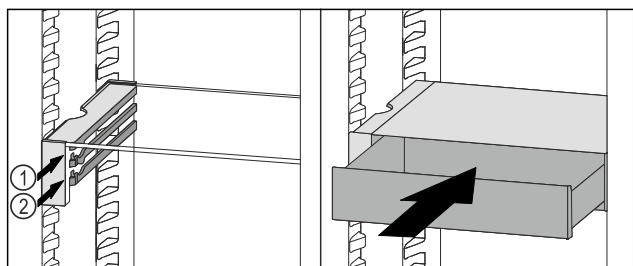

Fig. 116
- Поставете чекмеджето на VarioSafe зад ограничителите върху желаното ребро Fig. 116 (1) или Fig. 116 (2).